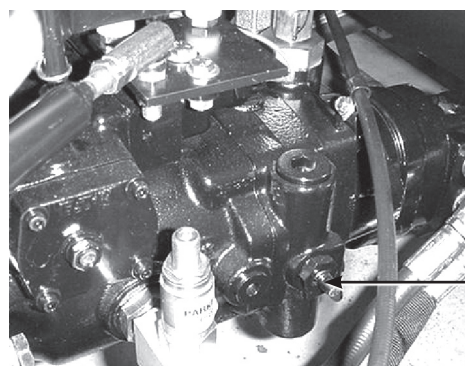

図18
1. バイパス・バルブ (図18) を左右どちらかに 90° 回転させるとバルブが開く。